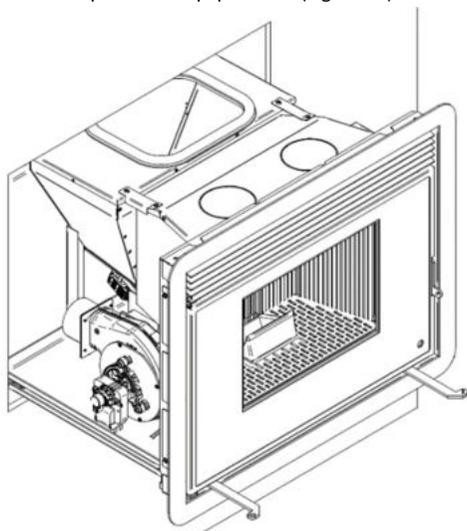

Figura 49 – Ilustração com posição do extrator
- O extrator fica do lado esquerdo do equipamento (Figura 49).